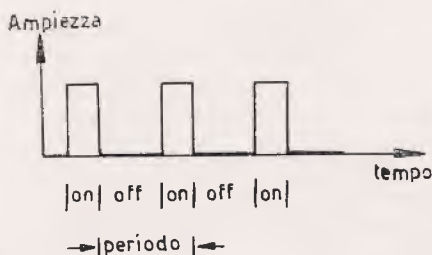
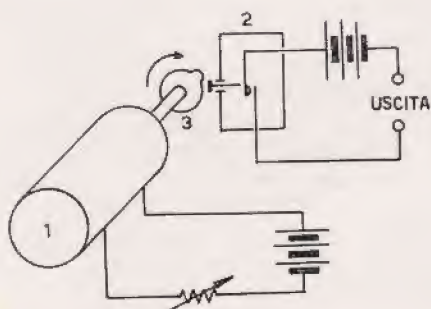

Figura 1
Figura 2
Un problema che molto spesso si presenta nella pratica quotidiana di laboratorio, è quello di generare un segnale elettrico di polarità prefissata, che venga ciclicamente interrotto e di cui si possa variare sia la frequenza, sia il rapporto on-off. Nella figura 1 è indicata la forma d'onda di un segnale di tale genere: poiché le lunghezze dei periodi **on** e di quelli **off** sono variabili indipendentemente l'una dall'altra, si preferisce denominare « codice » questa successione di impulsi, anziché onda rettangolare; da qui il nome di **codificatore** che è dato al dispositivo.
A) Sistema meccanico. Un segnale del tipo indicato in figura 1 può essere ottenuto con un dispositivo, come quello schematizzato in figura 2, cioè semplicemente con un motore a velocità variabile che fa ruotare una camma, di opportuno profilo, che aziona ad ogni rotazione un contatto in chiusura (ad esempio un microinterruttore).